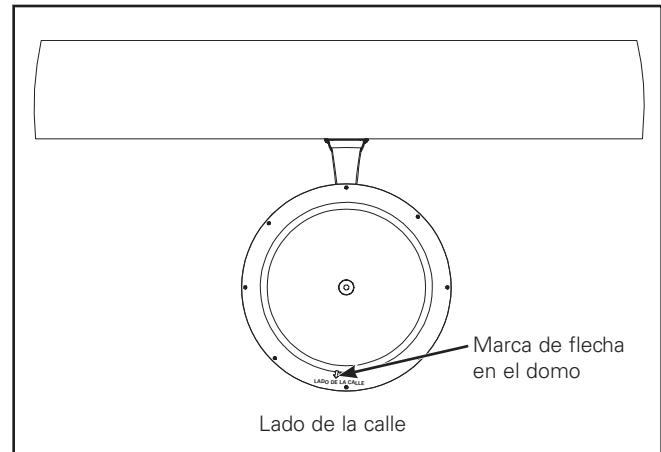

Figura 23.
11. Gire la luminaria en la posición deseada. Para luminarias con ópticas asimétricas, rótelas según la marca de la flecha que hay abajo, en el sentido de la calle. (Figura 23.)